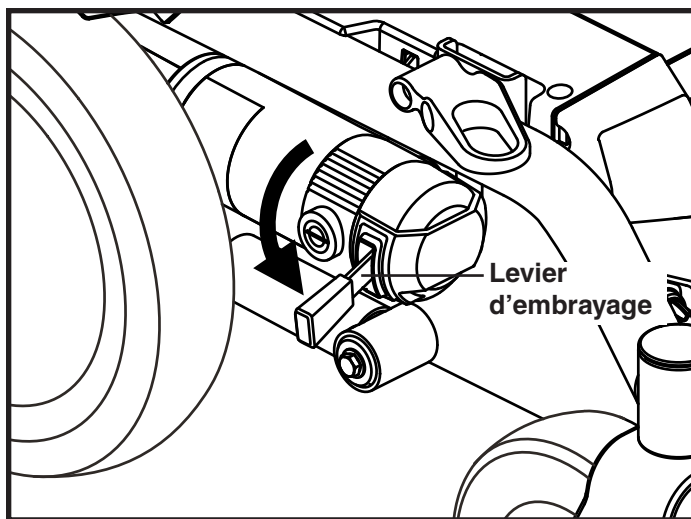

Figure 3. Mode de « roues libres » (débrayé)
2. Poussez les deux leviers vers le bas pour débrayer les moteurs. **Voir la figure 3.**